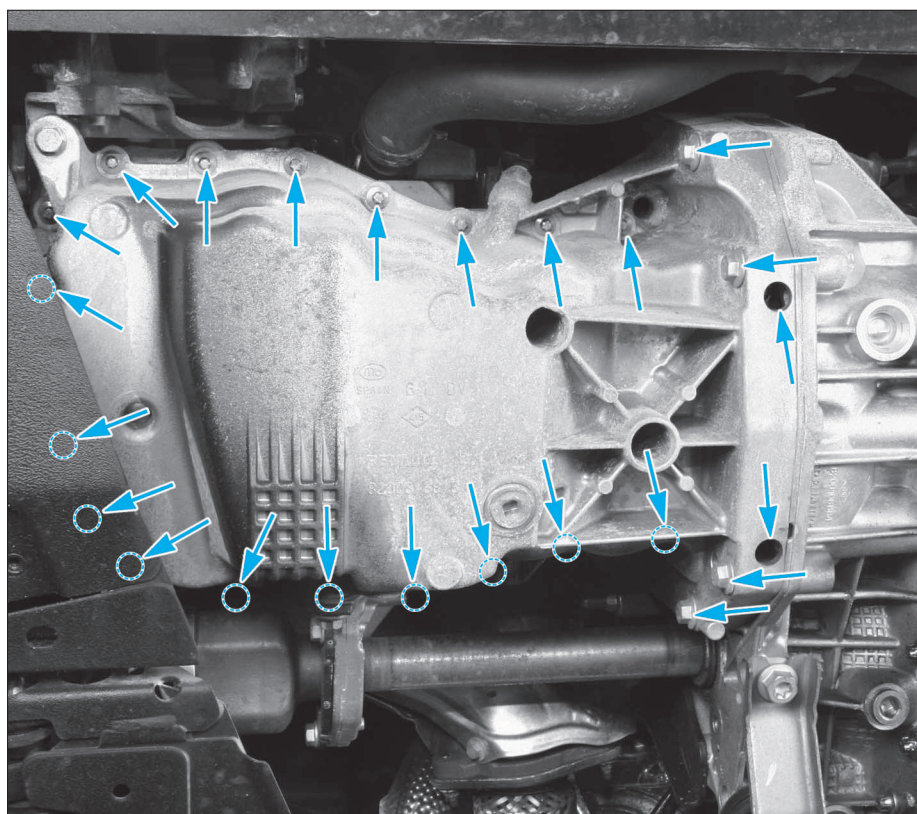

FIG. 45
- les vis de fixations du carter inférieur sur le carter d'embrayage et le bloc-cylindres puis le dégager (Fig.45).
- mettre en place les vis du carter inférieur sur le carter d'embrayage (Fig.45), sans les serrer.